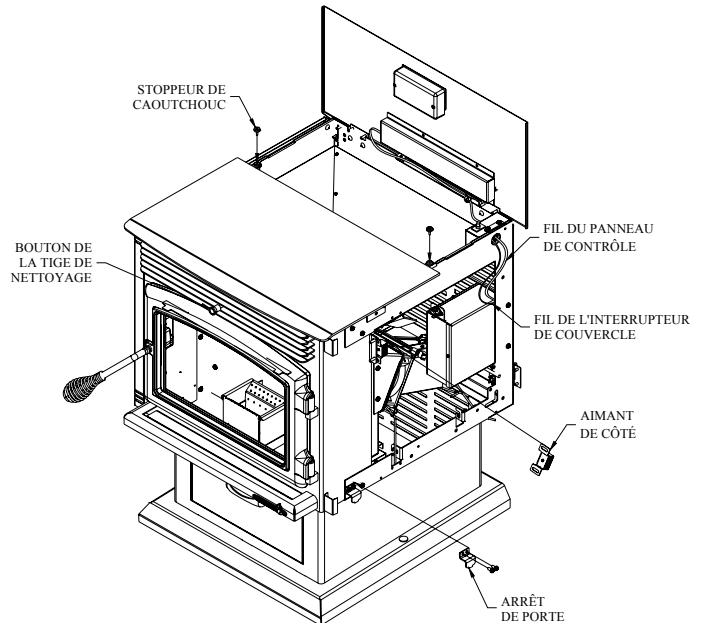

Figure 12
- 6- Insérez les stoppeur de caoutchouc dans les trous de chaque côté. Fixer les aimants de côté et les arrêts de porte, tel que montré à la Figure 12.